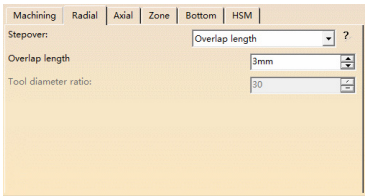

图 3-24 “Radial” 选项卡（1）
- 在“Radial”选项卡(1)的“Stepover”下拉列表中选择“Overlap length”，在“Overlap length”文本框中输入“3mm”，如图 3-24 所示。